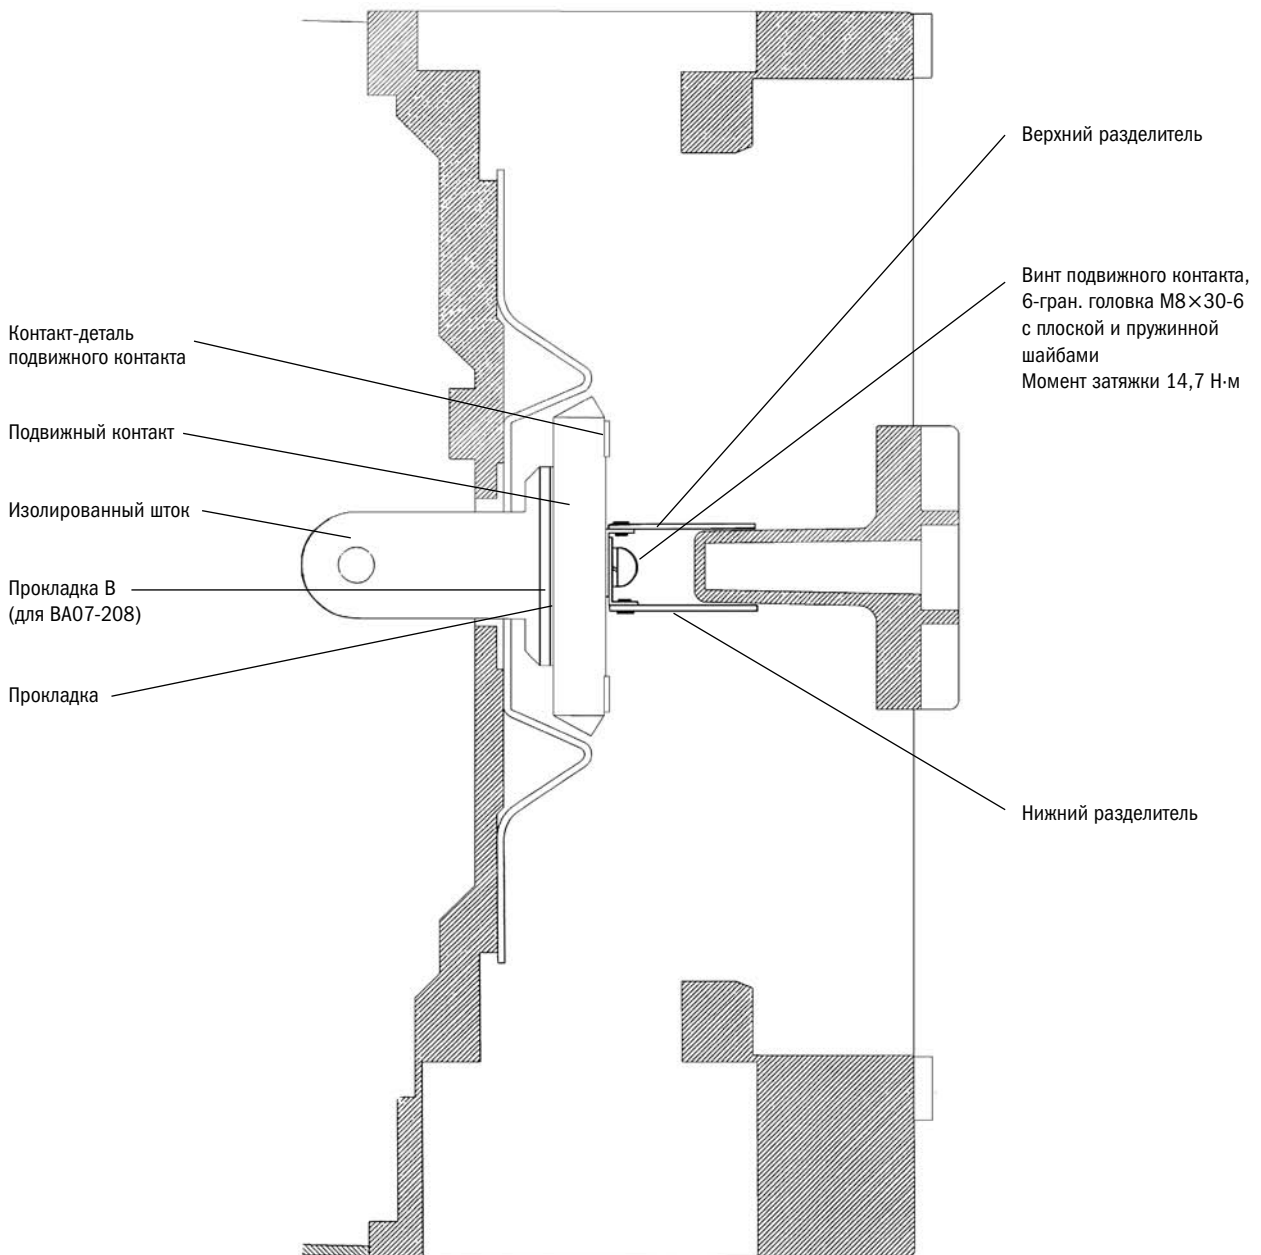

Рисунок 49. Общий вид расположения подвижного контакта
- 5) Установите вновь каждую деталь или компонент на прежние места в обратном порядке после осмотра. Относительно деталей, смонтированных с подвижным контактом, установите их в таком порядке: изолированный рабочий шток, изоляционную пластину, прокладку, подвижный контакт, верхний разделитель, нижний разделитель, плоскую шайбу, предохранительную шайбу и монтажные винты подвижного контакта. Смотри рисунок 49.